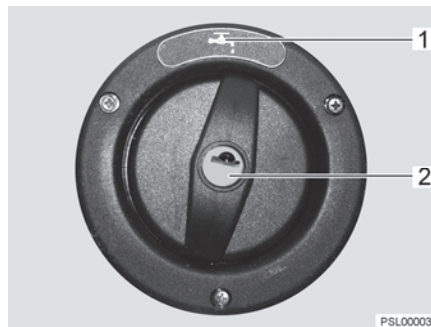

Fig. 136 Coperchio per bocchettone di riempimento dell'acqua potabile
Il bocchettone di riempimento dell'acqua potabile è contrassegnato dal simbolo "🚰" (Fig. 136,1). Il coperchio viene aperto e chiuso con la chiave per le serrature degli sportelli esterni.
- Inserire la chiave nel cilindro della serratura (Fig. 136,2) e ruotare in senso antiorario di un quarto di giro.
- Aprire il bocchettone di riempimento dell'acqua potabile (Fig. 136).